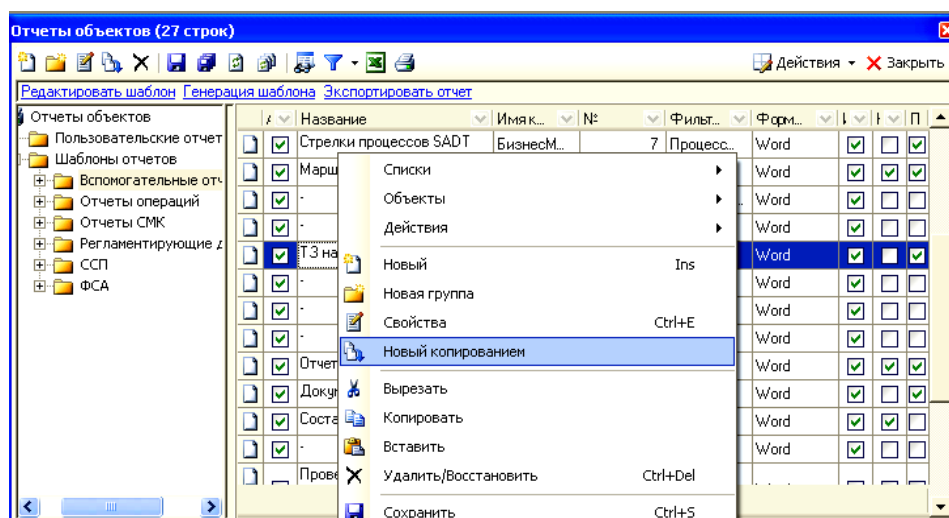

Рисунок 70 – Использование опции *Новый копированием* для копирования отчетов
4. В правой части окна справочника выделите в списке шаблонов отчет *Техническое задание на автоматизацию*, откройте контекстное меню и выберите пункт меню *Новый копированием* (рисунок 70). Можно также воспользоваться кнопкой  на панели инструментов окна справочника.